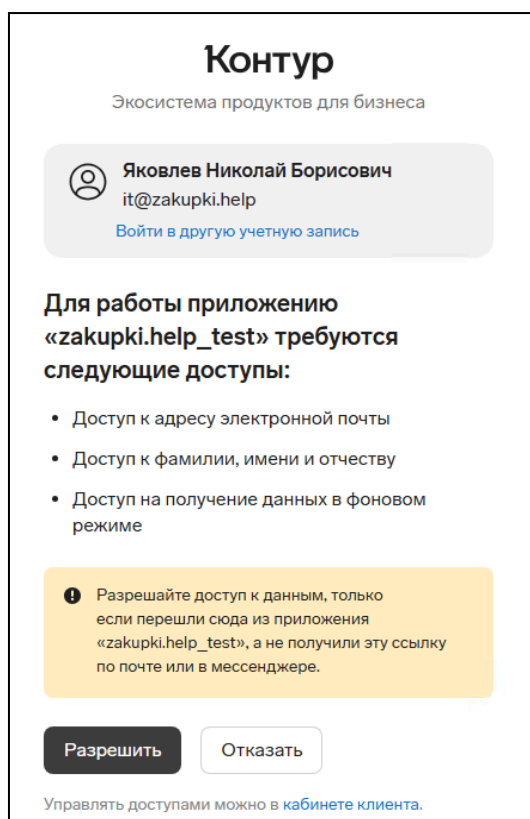

Рис. 73. Разрешение доступов
- ф. Разрешите доступ, нажав на кнопку «Разрешить» (рис. 73).